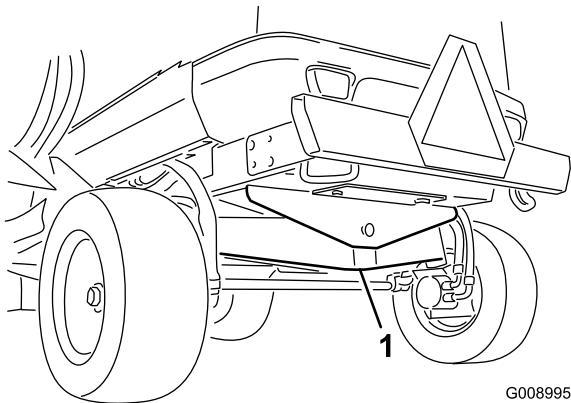

Figura 39
- Punto de apoyo delantero (2)
- En la parte trasera de la máquina, en el centro del eje (Figura 39).